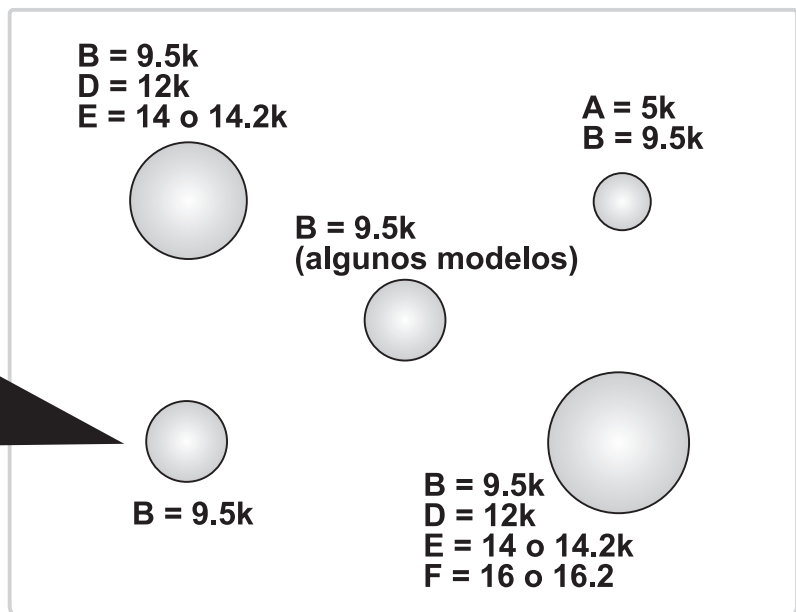

Fig. 1
1. Aparee la letra localizada bajo el Casquillo de la Hornilla central con las letras localizadas dentro de las Cabezas de Hornilla (Ver Fig. 1).